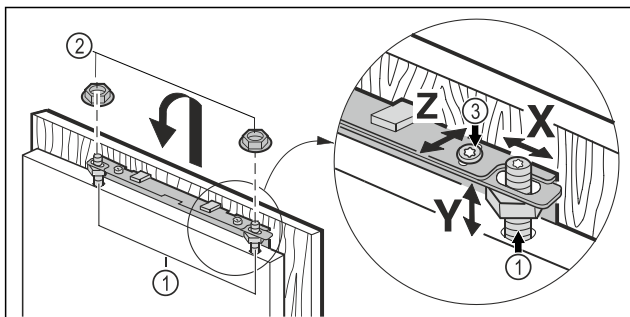

Fig. 39
- Agățați ușa mobilierului pe bolțurile de reglare Fig. 39 (1) și înșurubați contrapiulițele Fig. 39 (2) slab pe bolțurile de reglare.
- Aliniați ușa mobilierului pe înălțimea Y și înclinarea laterală: Reglați bolțurile de reglare Fig. 39 (1) cu ajutorul unei șurubelnițe.
- Strângeți contrapiulițele Fig. 39 (3).